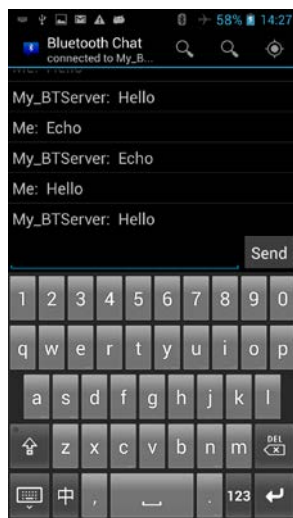

图 38 输入的文字会由 LinkIt ONE 回显
3) 现在能输入送至 LinkIt ONE 的内容，您能看到由 LinkIt ONE 回传值，如图 38。